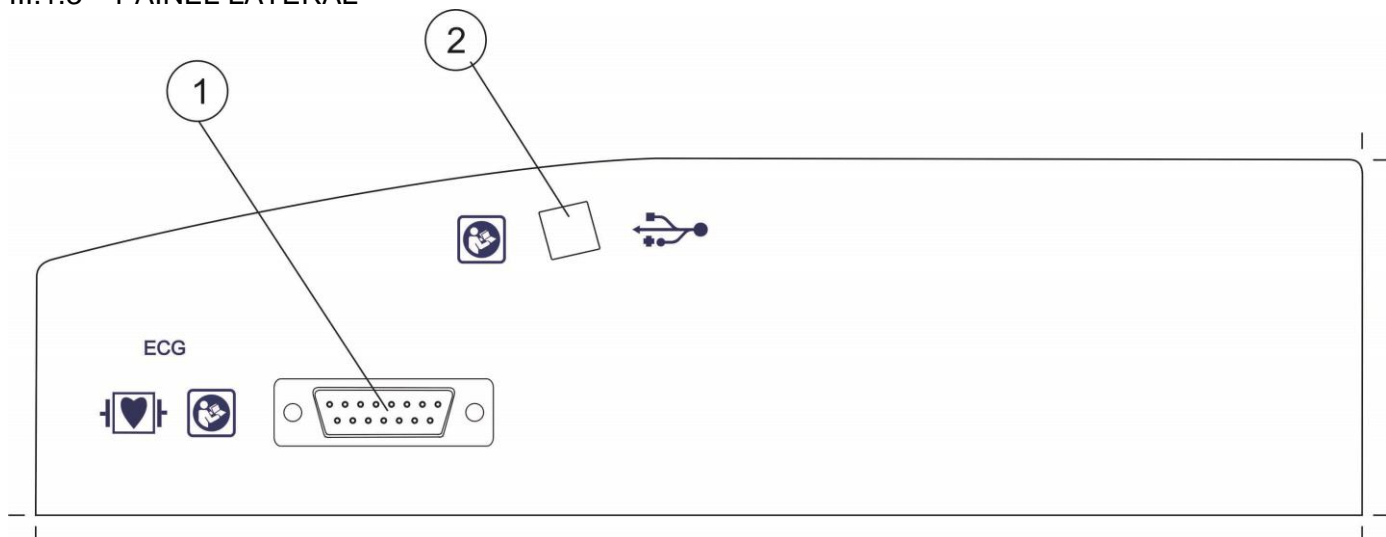

Fig. III.1.3 – Painel Lateral
1. Conectar o *cabo de paciente* que acompanha o *equipamento* (cód. T2-1-022-027) no conector apropriado, localizado no painel lateral do *eletrocardiógrafo* (1 – Fig. III.1.3) 22. Para isso, encaixar o conector do *cabo de paciente* no painel lateral (o conector é polarizado) e, apertar os dois parafusos existentes para fixá-lo.